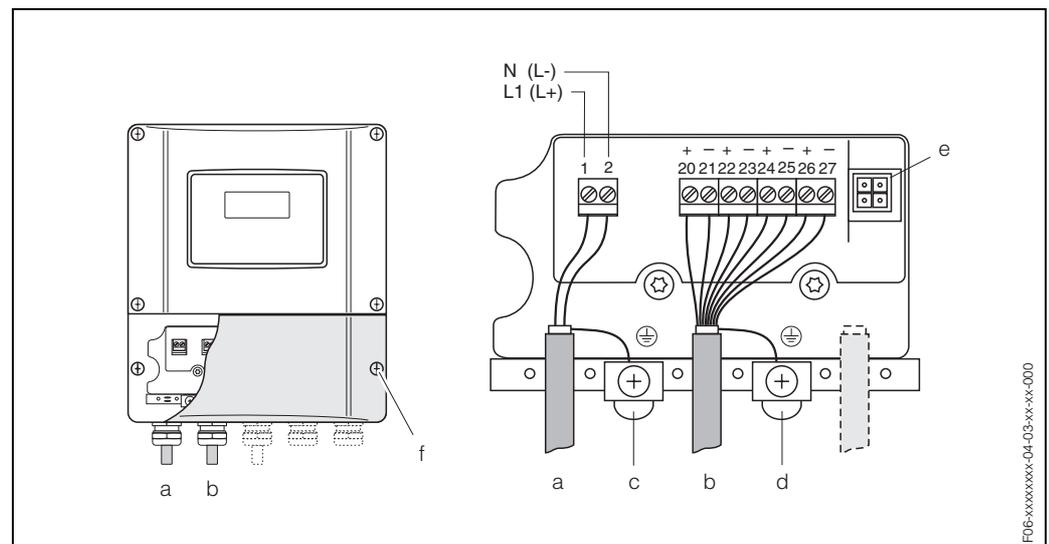

Fig. 35: Conexión del transmisor (caja de montaje mural). Sección transversal del conductor: max. 2.5 mm²
- Dibujo de conexiones (caja de montaje mural) → Fig. 35